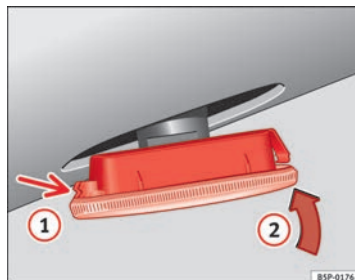

Fig. 194 Clignotant latéral
- Posez d'abord le clignotant dans le trou de la carrosserie, en emboîtant les languettes ⇒ fig. 194, flèche ①.
- Emboîtez l'ampoule comme indiqué sur la flèche ② ⇒ fig. 194. ■